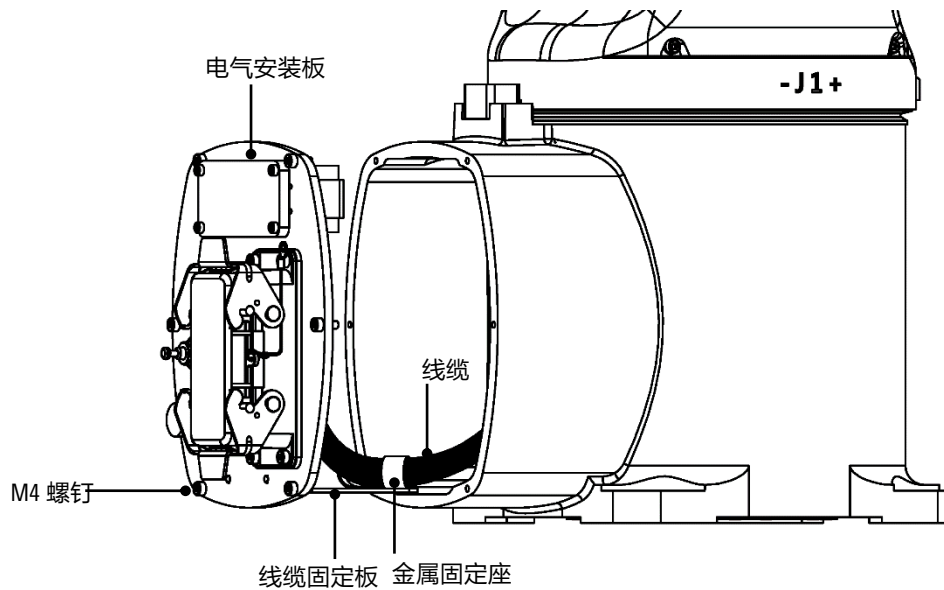

图 13-1 底座内部线缆检修
1. 拆卸电器安装板，如图 13-1 所示，抽出底座内部线缆。